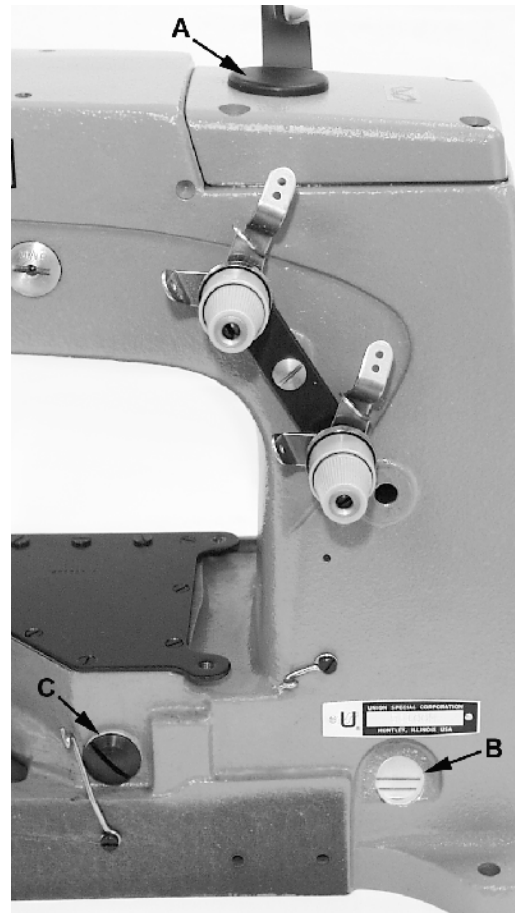

Fig 2
Antes de poner la máquina en marcha, póngale aceite en el tornillo (A, Fig. 2). Revise el indicador (B) mientras está llenando la máquina con aceite. El nivel de aceite apropiado será alcanzado cuando aparezca en el centro entre las 2 líneas rojas en el indicador (B). Se recomienda siempre chequear el nivel de aceite antes de poner la máquina en marcha para asegurarse que la máquina esté llena con aceite justo entre las 2 líneas roja.